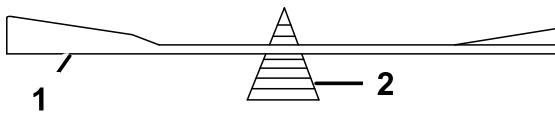

Bild 51
2. Überprüfen Sie die Auswuchtung des Schnittmessers auf einer Ausgleichsmaschine (Bild 51). Wenn das Schnittmesser in seiner horizontalen Position bleibt, ist es ausgewuchtet und kann wiederverwendet werden. Feilen Sie, wenn das Schnittmesser nicht ausgewuchtet ist, vom Flügelbereich des Messers etwas Metall ab (Bild 50). Wiederholen Sie diesen Vorgang, bis das Messer ausgewuchtet ist.